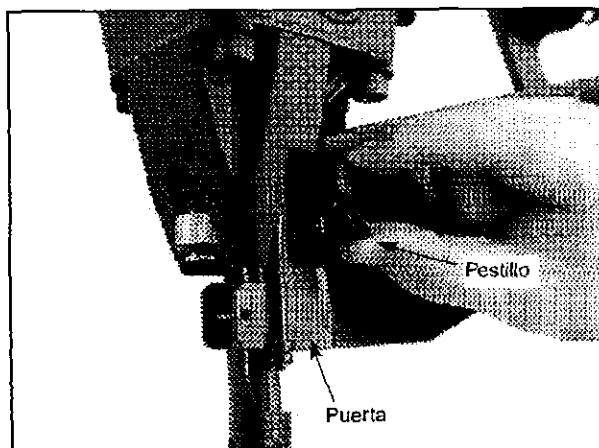

Figura 10 – Extracción de un Sujetador Atascado
- Oprima el pestillo hacia arriba y abra la puerta (véase la Figura 10).